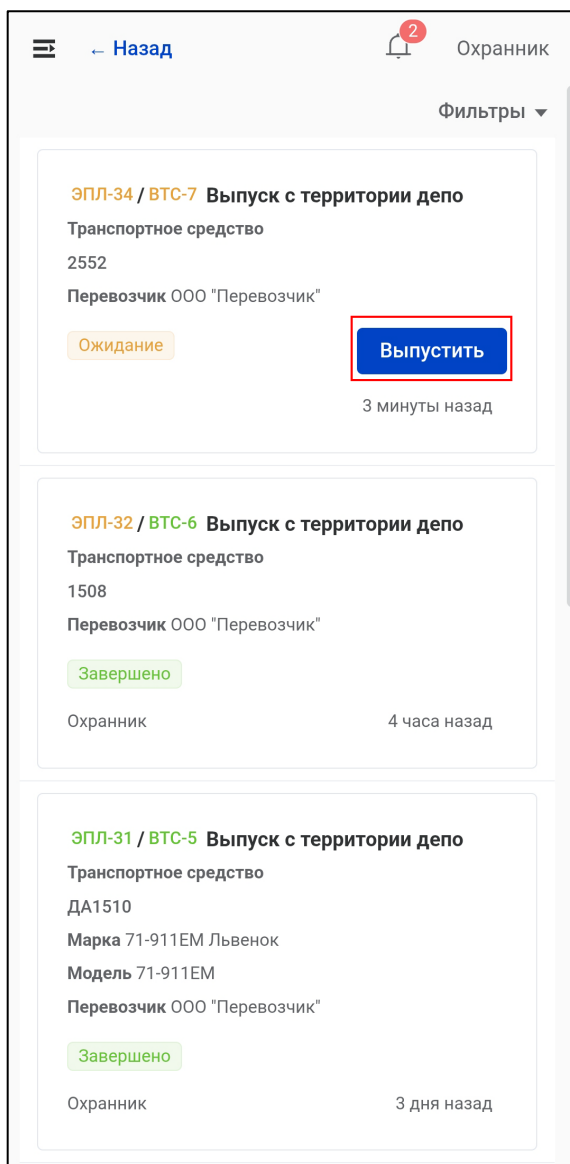

Рисунок 82 – Кнопка «Выпустить» в списке задач
1) В списке задач выбрать задачу для выполнения и нажать для нее кнопку «Выпустить» (Рисунок 82). Также можно нажать кнопку «Выпустить» в интерфейсе открытой задачи (Рисунок 83).